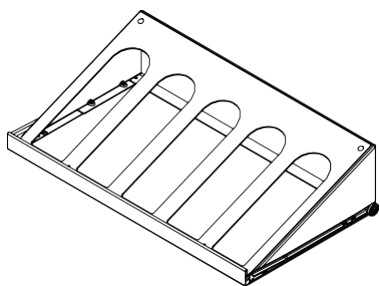

Figura 19.
- (1) 5 rack de exibição de lançamento de garrafa com tapete de amortecimento de vibração (Veja a Figura 19).